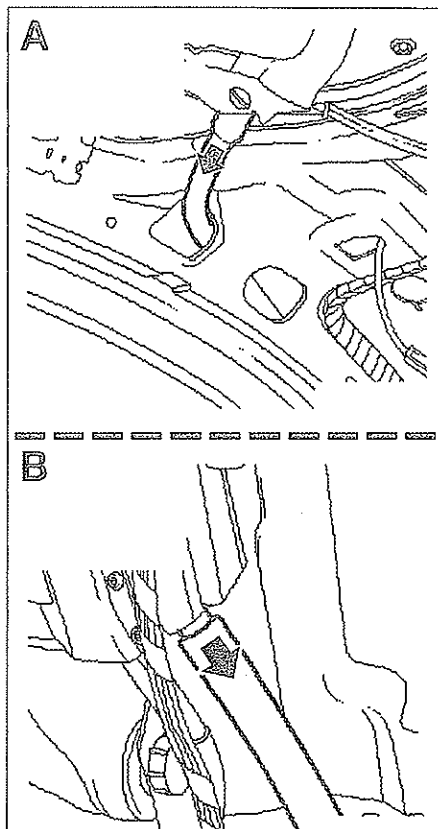

FIG. 69
- Retirar las tuberías de circulación de agua en la parte delantera y en la parte trasera (fig. 69).